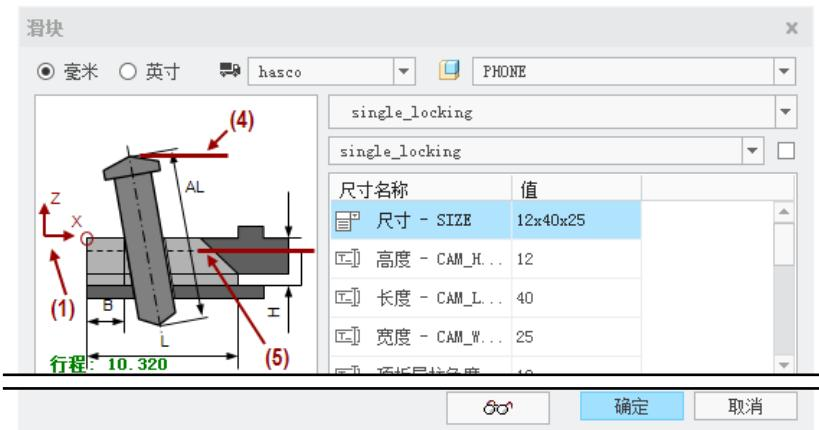
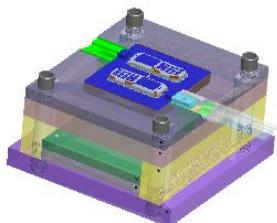

图 31.65 “滑块”对话框
图 31.66 定义斜导柱滑块 1
Step8. 定义斜导柱滑块 1。将模型显示状态切换到着色显示，取消基准面、基准轴和基准点的显示，显示基准坐标系；单击 **EMX 装配** 功能选项卡 **视图** 控制区域中的 **显示** 按钮，在弹出的快捷菜单中选择 **动模**；单击 **EMX 元件** 功能选项卡 **元件** 控制区域中的 **滑块** 按钮，此时系统弹出图 31.65 所示的“滑块”对话框；在“滑块”对话框 **meusburger** 的下拉列表中选择 **hasco** 选项；单击 **(1) 坐标系** 下面区域的 **选取项目** 选项使其激活，系统弹出“选择”对话框，选择 Step4 创建的坐标系 ACS0；采用系统默认的滑块参数，单击 **确定** 按钮，结果如图 31.66 所示。